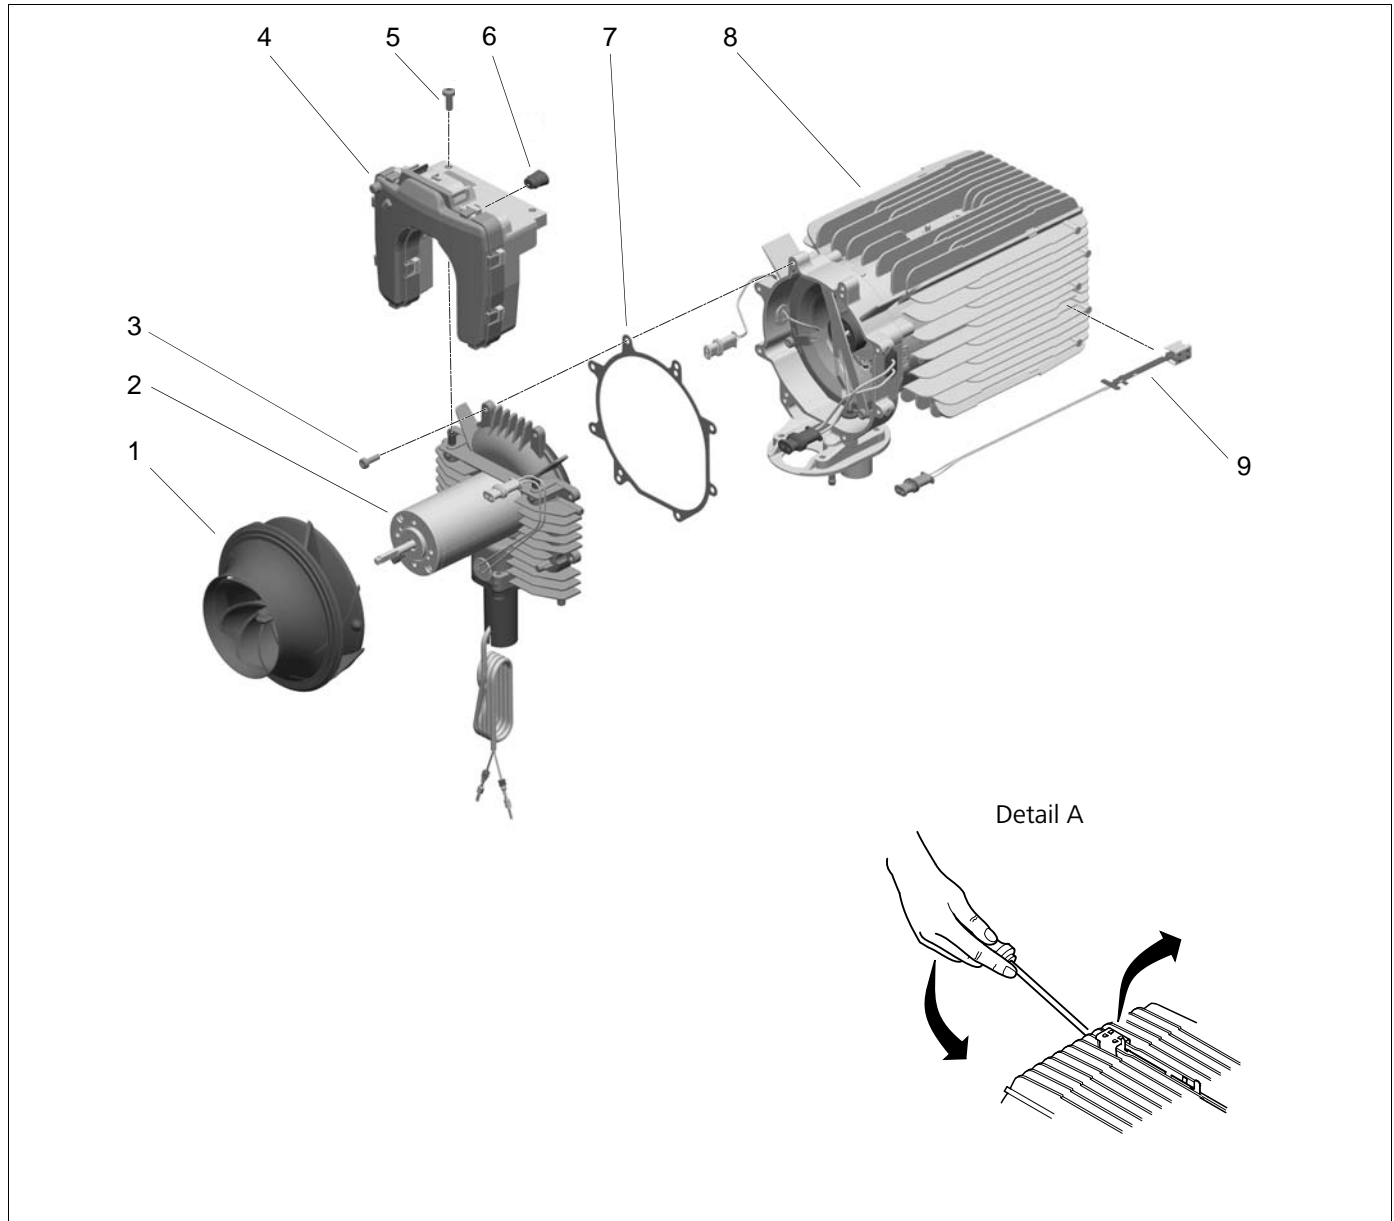

Abb. 903 Wechsel des Steuergeräts, des Ausblastempersensors, des Heizluftgebläses und der Antriebseinheit
3. Schrauben (5, Abb. 903) entfernen.
4. Steckverbindungen am Steuergerät (4) trennen.
5. Steuergerät (4) nach oben herausnehmen.
2. Steuergerät (4, Abb. 903) mit Schrauben (5) befestigen.
3. Schrauben (5) mit $3,0 \pm 0,3$ Nm anziehen.
3. Steckverbindung X3 vom Steuergerät (4, Abb. 903) trennen.
3. Eine Spitzzange von vorne zwischen die beiden Rastnasen an der Motorwelle ansetzen. Mit einer Hand das Heizluftgebläse (1, Abb. 903) halten und gleichzeitig durch eine leichte Drehbewegung die beiden Rastnasen vorsichtig spreizen. Heizluftgebläse (1) abziehen.
2. Heizluftgebläse (1, Abb. 903) auf die Motorwelle schieben, bis beim Anschlag das Einrasten der beidseitigen Rastnasen hörbar ist.
4. Leichtlauf des Heizluftgebläses (1) mit der Hand prüfen, beim späteren Einschalten auf eventuelle Geräusche achten.
Die Antriebseinheit (2, Abb. 903) nur gegen eine Antriebs-einheit mit gleichen Leistungsdaten und gleicher Ident.-Nr. wechseln.
1. Sicherstellen, dass die Dichtflächen an der Antriebseinheit (2, Abb. 903) und am Wärmeübertrager (8) nicht beschädigt sind.
2. Neue Flachdichtung (7) am Flansch der Antriebseinheit (2) aufsetzen.
3. Antriebseinheit (2) in Zusammenbaulage bringen und mit Schrauben (3) befestigen.
4. Schrauben (3) mit $6,0 \pm 0,6$ Nm anziehen.
6. Heizluftgebläse (1) einbauen (siehe 9.2.5.2)